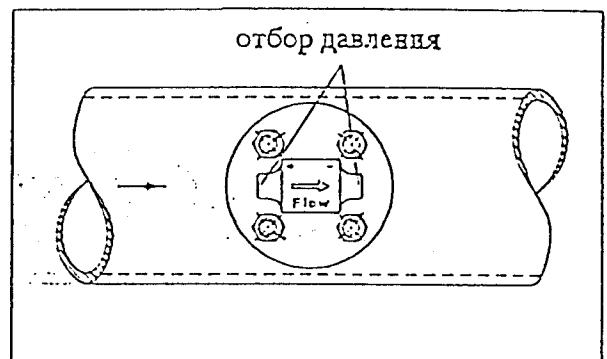

Рис. 1. Положение отборов давления при горизонтальном расположении труб
Как для горизонтально расположенных труб, так и для вертикального расположения труб конденсирующие ёмкости должны составлять одну горизонтальную линию по отношению к зонду (см. рис. 1 и 2).
5. И так можно приступать к установке зонда. Насадите на поверхность фланца уплотнение. Введите конец зонда в муфту. Направьте ITABAR-зонд таким образом, чтобы стрелка на зонде совпала с направлением течения (см. рис. 1 и 2). Временно прикрутите гайки.